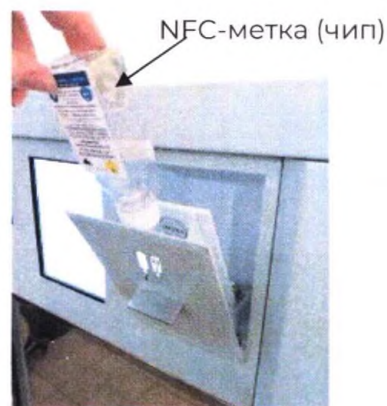

Рисунок 31
15.3.5 Аккуратно вставить флакон со стерилизующим средством в посадочное место горловиной вниз и надавить на флакон до упора (Рисунок 31).